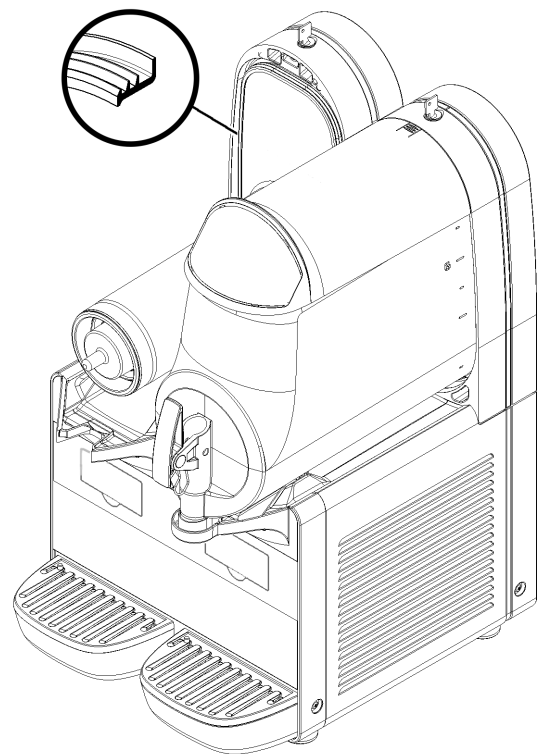

Bild 21
- 4 Die Dichtung des Behälters wieder in ihren Sitz einsetzen. **BITTE BEACHTEN:** der größere Durchmesser muss sich dabei an der hinteren Wand befinden (Bild 21).